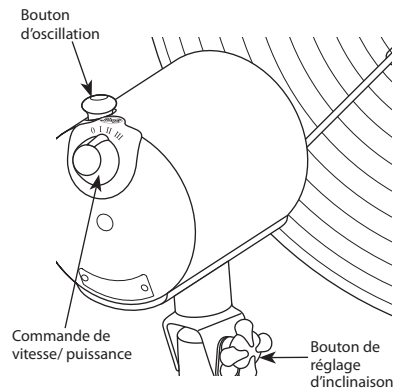

FIGURE 13
3. Mettre en marche (ON) ou arrêter (OFF) le ventilateur en tournant la commande de vitesse/puissance dans le sens horaire ou antihoraire. Voir Figure 13. Il faut toujours arrêter (OFF) le ventilateur avant de la débrancher.
4. Pour sélectionner la vitesse, déplacer la commande de vitesse à la position OFF à la vitesse désirée : .O (off/éteint), I (low/bas), II (medium/moyen), III (high/élevée). Voir Figure 13.
5. Pour ajuster la circulation d'air vers le haut ou le bas, desserrer le bouton de réglage d'inclinaison sur le côté du moteur du ventilateur. Voir Figure 13. Placer le ventilateur à l'angle désiré et resserrer le bouton de réglage d'inclinaison.
6. Pour faire osciller le ventilateur, pousser le bouton d'oscillation vers le bas. Pour arrêter l'oscillation du ventilateur, tirer le bouton d'oscillation vers le haut. Voir Figure 13.